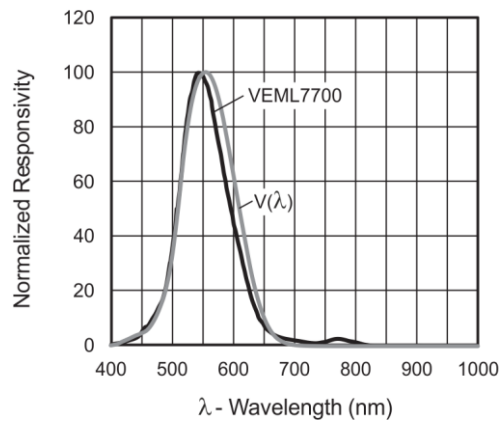

Figura 15: Lunghezza d'onda comparata con curva fotopica standard
- Curva fotopica standard $V(\lambda)$ simile all'occhio umano (vedi Figura 15)